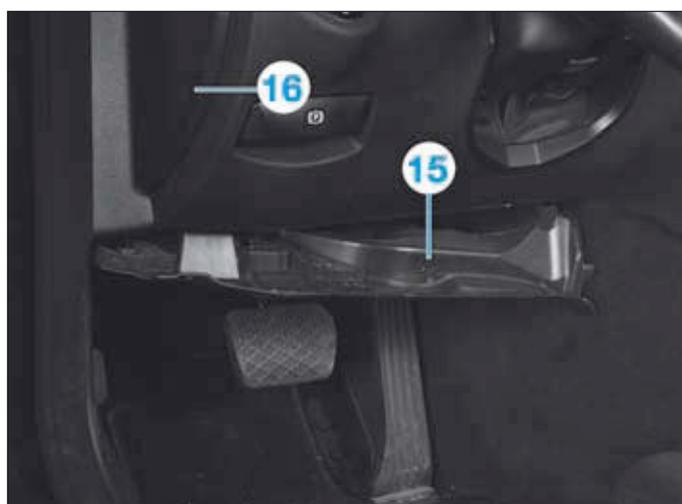

FIG. 24
- la garniture inférieure gauche (15) sous la planche de bord, puis débrancher les différents connecteurs (Fig.24),
- le cache latérale gauche de planche de bord (16).